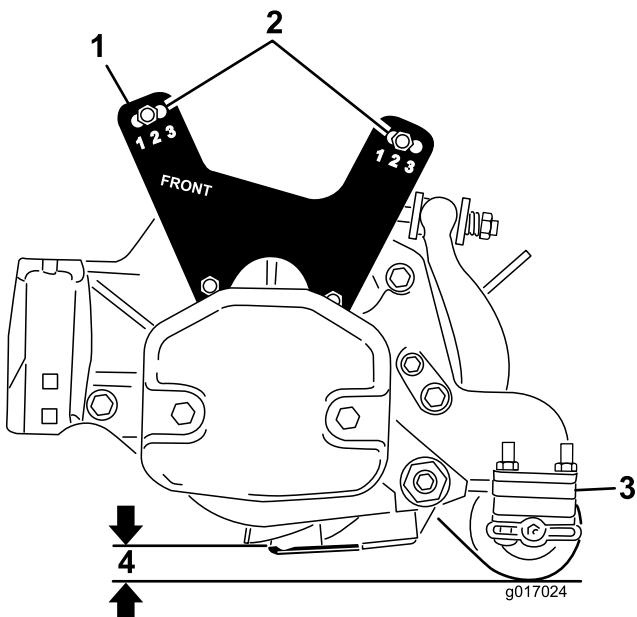

図 21
- カッティングユニットを床に降下させ、床からベッドナイフまでの距離を図 21 のようにして測定する。